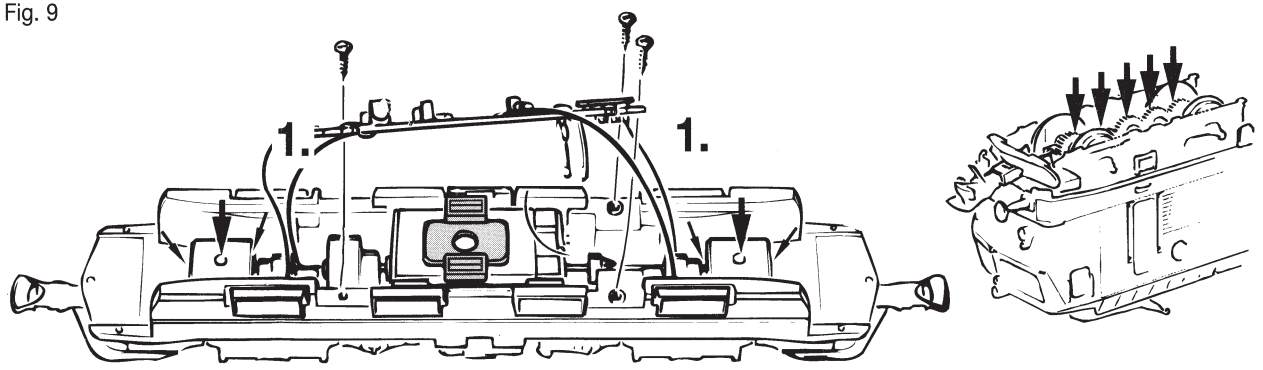

Fig. 9
2. Schmierung: Versehen Sie die im Schmierplan in Fig. 9 gekennzeichneten Stellen mit nur kleinen Öltropfen. Dazu zuerst das Lokgehäuse abnehmen (Fig. 3). Wir empfehlen den ROCO Öler Art.-Nr. 10906. Fürs Schmieren der Getriebeteile (Zahnräder, Schnecke) empfehlen wir das ROCO-Spezialfett Art.-Nr. 10905. Im Falle der Schmierung diese Teile nicht ölen.
2. Graissage: N'appliquez **qu'une toute petite goutte** aux endroits indiqués par le plan de graissage (fig. 9) après avoir démonté la caisse de la locomotive (fig. 3). Nous vous recommandons **le graisseur à huile Roco réf. 10906**. Pour graisser les engrenages (roues dentées, vis sans fin) nous vous conseillons la **graisse spéciale Roco réf. 10905** pour engrenages en matières synthétiques. Lorsque vous utilisez cette graisse il faut éviter d'huiler ces composants
2. Lubrication: Apply **tiny oil drops** to spots marked in fig. 9. Prior to lubrication dismantle loco body (fig. 3). We recommend using item no. **10906, Roco oiler**. For lubrication the gear-parts (e.g. cog-wheels, worm) we would recommend our Roco **special grease** (item no. **10905**).